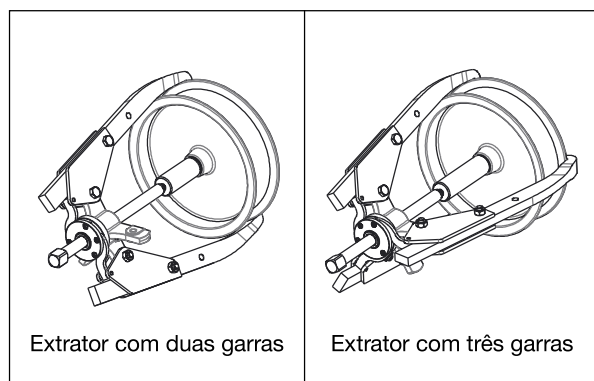

Figura 7, remoção da polia (típica)
- Instale o extrator na polia ou outra peça a ser removida. Ver Figura 7 para exemplos.
- Durante a operação, monitore continuamente o extrator para indicações de deformação. Se a haste de ajuste dobrar ou qualquer deformação for notada na garra, pare imediatamente de apertar da haste de ajuste. Veja a Figura 7.